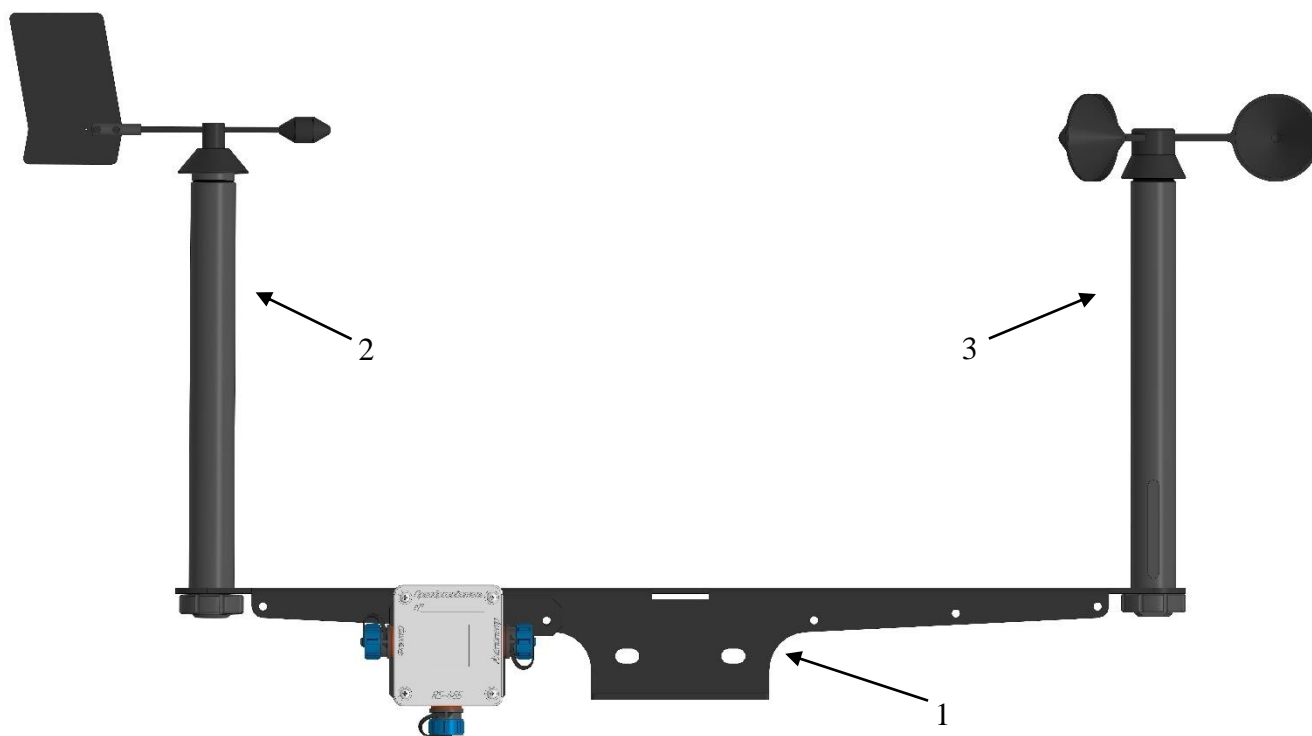

Рисунок 1–Конструкция анеморумбометра СОКОЛ-А.
Конструктивно анеморумбометр СОКОЛ-А состоит из крыла Сокол-А (1), флюгера (2) и анемометра (3) (рисунок 1).